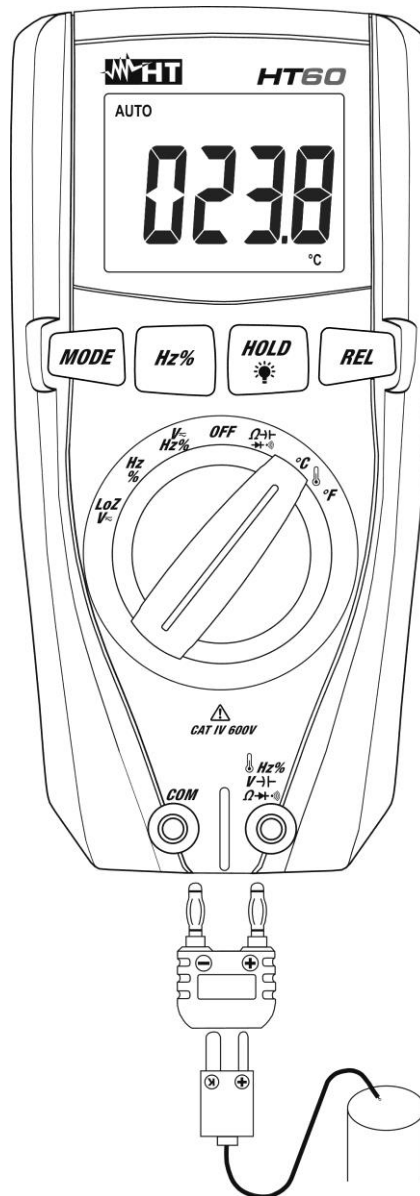

Fig. 9: Mesure de Température
2. Insérer l'adaptateur fourni dans les bornes d'entrée **Hz% V- Ω- (polarité +)** et **COM** (polarité -) (voir Fig. 9)